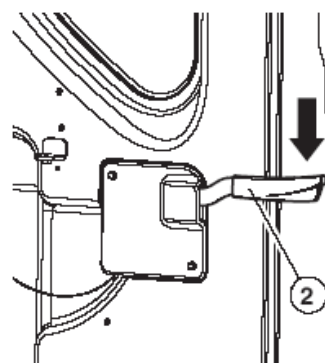

Рис. 140
2. Для отделения двери от стенки кабины опустить рычаг защелки (2, рис. 140). Рычаг защелки расположен слева от сиденья оператора.